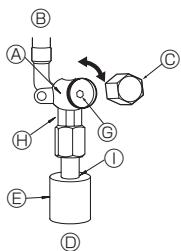
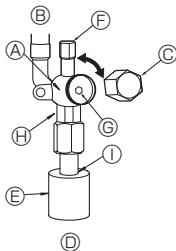

Fig. 4-5
Fig. 4-6
(1) Γραμμή αερίου (Fig. 4-5)
- ① Βγάλτε το καπάκι και περιστρέψτε το στέλεχος της βαλβίδας προς τα αριστερά έως το τέρμα χρησιμοποιώντας ένα εξαγωνικό κλειδί 5 mm. Σταματήστε να περιστρέψετε έως ότου φτάσει στον αναστόλεα.
- ② Βεβαιωθείτε ότι η βαλβίδα διακοπής είναι εντελώς ανοιχτή, και περιστρέφοντας επαναφέρετε το καπάκι στην αρχική του θέση.
(2) Γραμμή υγρού (Fig. 4-6)
- ① Βγάλτε το καπάκι και περιστρέψτε το στέλεχος της βαλβίδας προς τα αριστερά έως το τέρμα χρησιμοποιώντας ένα εξαγωνικό κλειδί 4 mm. Σταματήστε να περιστρέψετε έως ότου φτάσει στον αναστόλεα.
- ② Βεβαιωθείτε ότι η ανασταλτική βαλβίδα έχει ανοίξει πλήρως και περιστρέφοντας επαναφέρετε το καπάκι στην αρχική του θέση.